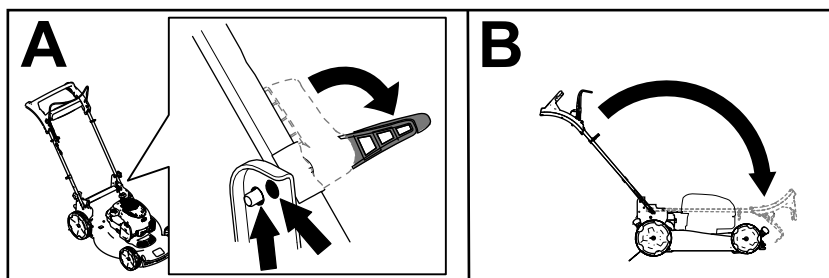

Figure 19
2. Déverrouillez la poignée jusqu'à ce que la moitié supérieure bouge librement (A de la Figure 19).
3. Rabattez le guidon complètement en avant (B de Figure 19).